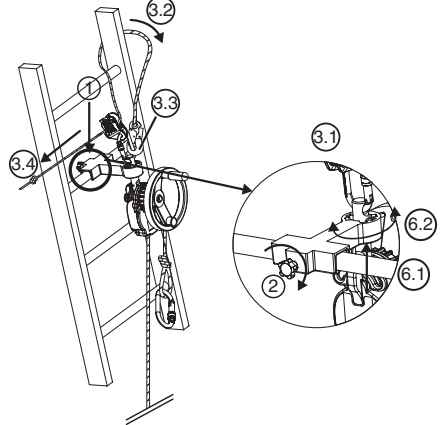

Fig. 7
6.3.3. Appareil derope™ UP K (Fig. 7)
1. Mettre en place la petite console d'appui sur le barreau de l'échelle à la position requise pour réaliser l'opération de sauvetage, au dessus de la personne à évacuer (Fig. 7, 1).
2. Serrer l'axe de blocage se trouvant à l'arrière de la console d'appui à l'aide du bouton de serrage (Fig. 7, 2).
- Fixer le connecteur du dispositif de réglage LCM 05 dans le trou du haut de l'axe de d'accrochage (Fig. 7, 3.1).
- Passer la longe d'assurance autour du barreau de l'échelle situé au dessus de la console en contournant l'un des montants de l'échelle (Fig. 7, 3.2).
- Connecter le connecteur de la longe d'assurance dans le connecteur du dispositif de réglage LCM 05 (Fig. 7, 3.3).
- Tendre la longe d'assurance en tirant sur le brin libre (Fig. 7, 3.4).
6. Orienter l'appareil derope™ selon le besoin en modifiant la position de l'axe d'accrochage dans le dispositif d'indexage (Fig. 7, 6.1 – 6.2).